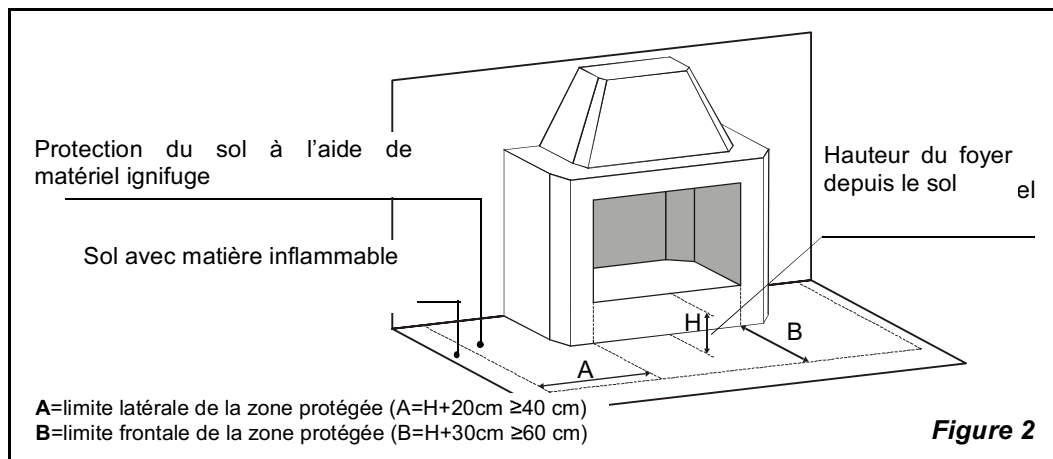

Figure 2
- si l'appareil doit être installé sur un sol non complètement réfractaire, il faut prévoir un fond ignifuge approprié, par exemple une plateforme d'acier (dimensions selon l'ordonnance régionale) (Figure 2).